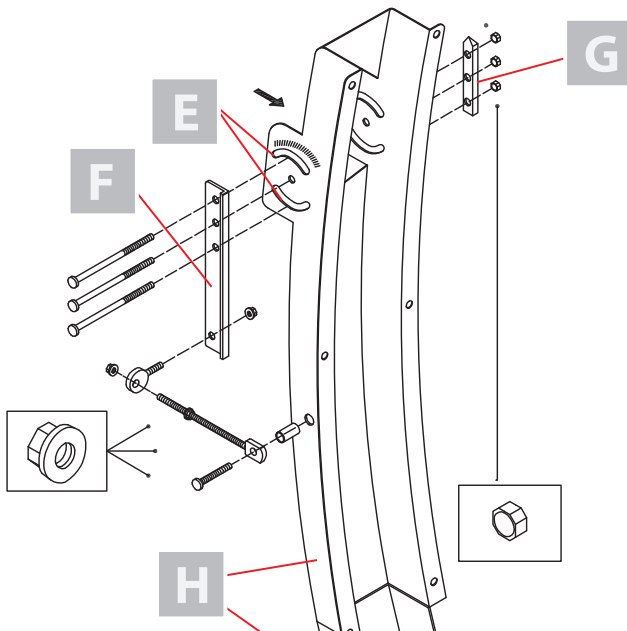

Bild 3: oberen Teil des Tragarms befestigen
Bild 3 zeigt die Montage des oberen Tragarmteils.
2. Die beiden mitgelieferten Lochplatten [F] und [G] besitzen ebenfalls drei Bohrungen im selben Abstand, wie es bei der Mastschelle der Fall ist. Legen Sie diese jeweils vor die Langlochführungen des Tragarms und verschrauben Sie diese sowie den Tragarm und die Mastschelle mit Hilfe der im Lieferumfang enthaltenen Schrauben, so wie es in Bild 3 zu sehen ist.
Hierzu müssen Sie die beiliegende Gewindestange mit der Lochplatte [F] und dem oberen Tragarmteil [H] verschrauben, so wie es in Bild 3 zu sehen ist.
HINWEIS: Drehen Sie zur Feineinstellung an der Mutter auf der Gewindestange (siehe Bild 3, Seite 12).